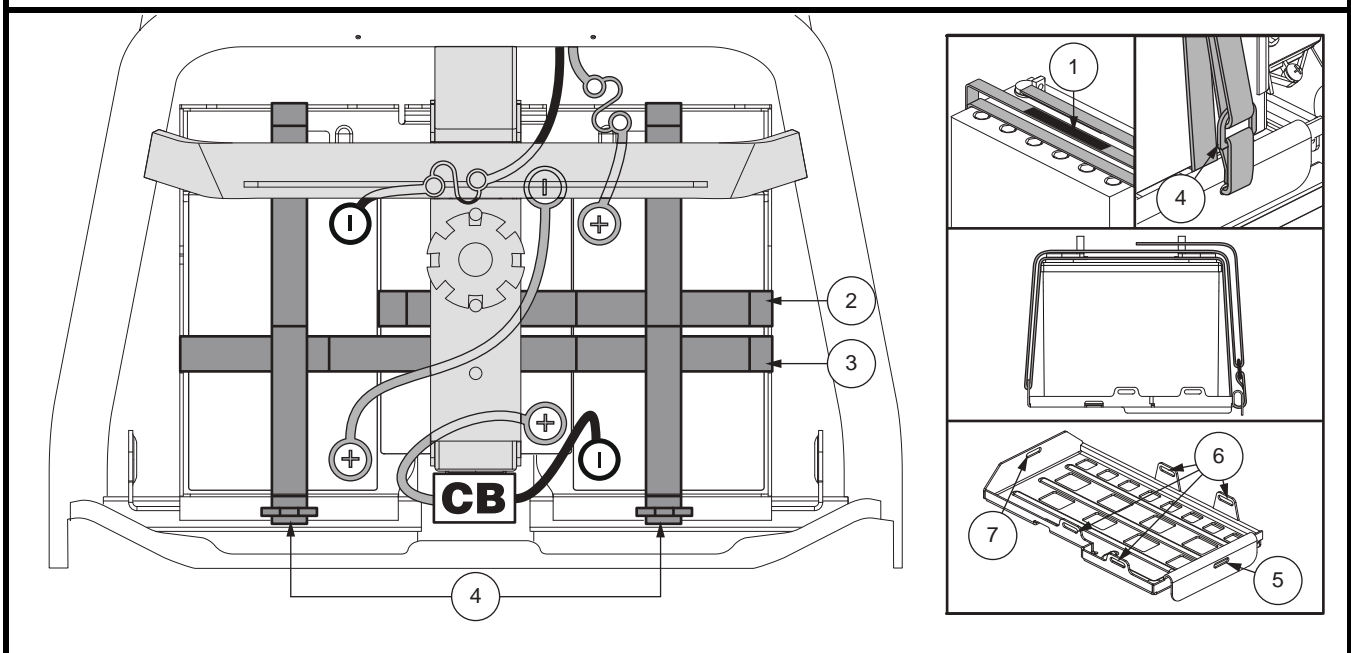

Figure 14. Sécurisation de la batterie
**NOTE:** Utilisez des sangles de fixation afin de sécuriser les batteries. Veuillez-vous référer à la figure 14 pour les procédures d'installation des sangles de la batterie.